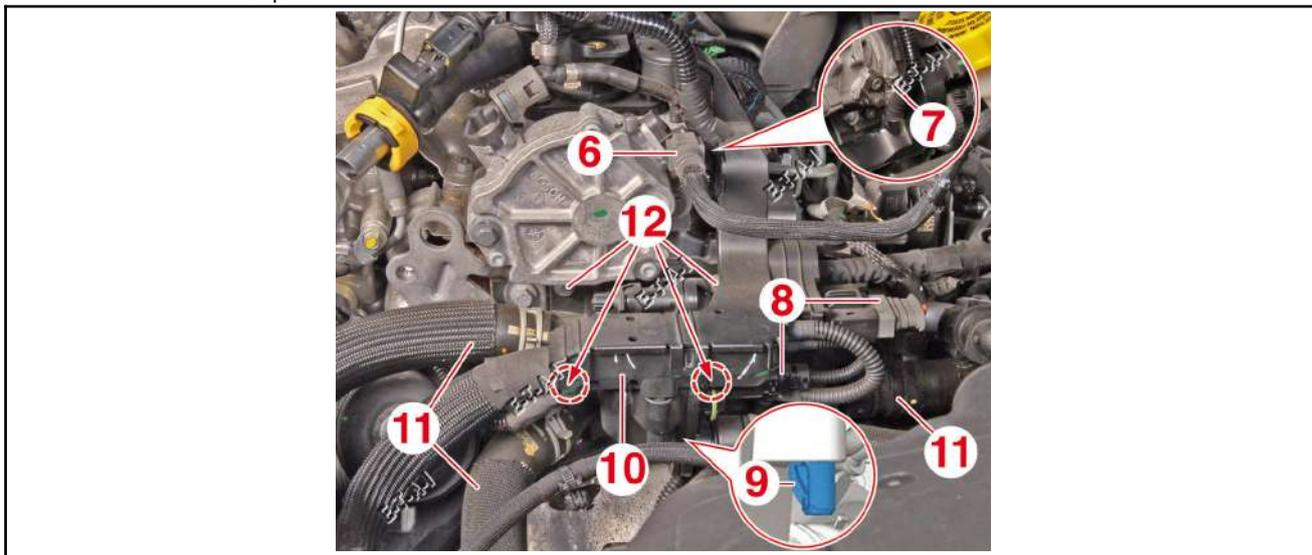

Fig.34
- Débrancher le raccord (6) sur la pompe à vide(Fig.34).
- Déposer la vis (7) du guide de faisceau électrique.
- Débrancher les connecteurs (8).
- A l'aide d'un petit tournevis plat, déverrouiller l'agrafe (9).
- Soulever et écarter le guide de faisceau électrique (10).
- Débrancher et obturer les durits (11).
- les vis (12),